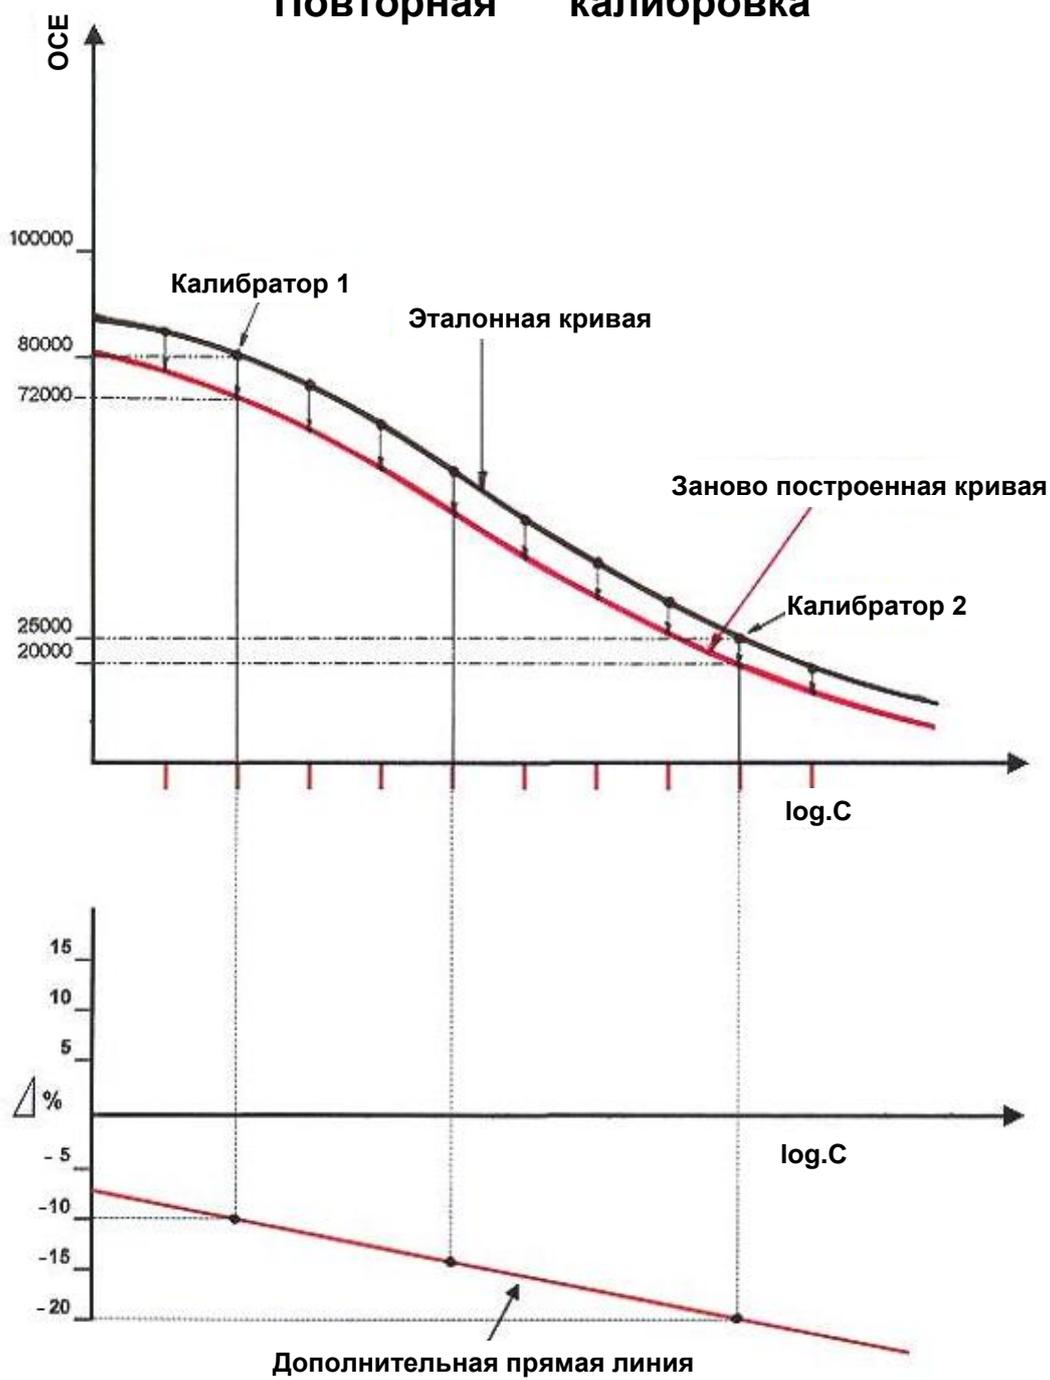

Рис. 1.3-1. Принцип калибровки
- Пересчитанная кривая используется в качестве действительной рабочей кривой (см. рисунок 1.3-1 «Принцип калибровки»).